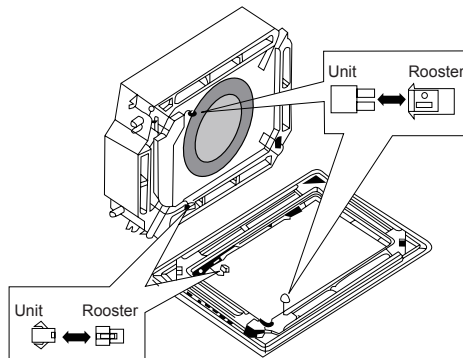

Fig.8.15
- Sluit de 2 connectoren van het rooster aan op de bedrading van de binnenunit. (Zie Fig.8.15).